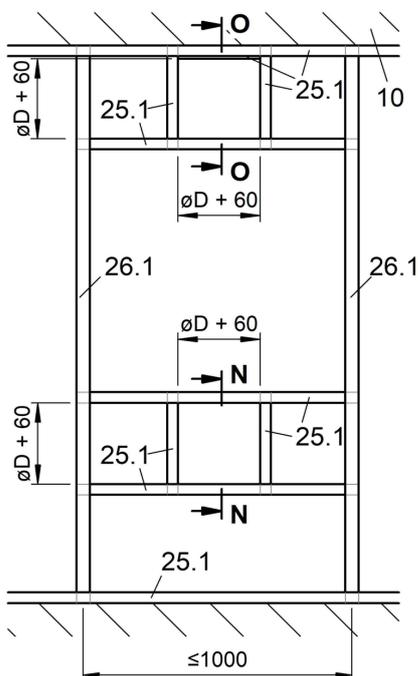

Abbildung 61: Metallständerwerk mit erforderlichen Auswechslungen (Schachtwand) für Nasseinbau (BRS 100 bis ≤ 250)
- Metallständerwerk und Wand gemäß den Angaben des Wandherstellers herstellen und Auswechslungen entsprechend der Abbildung 61 vorsehen.
- Metallständerwerk und Wand gemäß den Angaben des Wandherstellers herstellen und Auswechslungen entsprechend der Abbildung 61 vorsehen (Montage wandeigenes UW-Profil (Pos. 25.1) an der Decke und Anbringung des für den umlaufenden Metallprofilrahmen notwendigen UW-Profils im Deckenbereich).